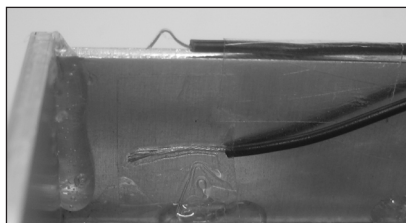

Abb.: 34
2.6.3 Dann nehmen wir ein kleines Stück Tesafilm und kleben damit das blanke Ende des schwarzen Drahtes, der vom Batterieclip kommt, auf das Seitenteil (Abb.: 34).